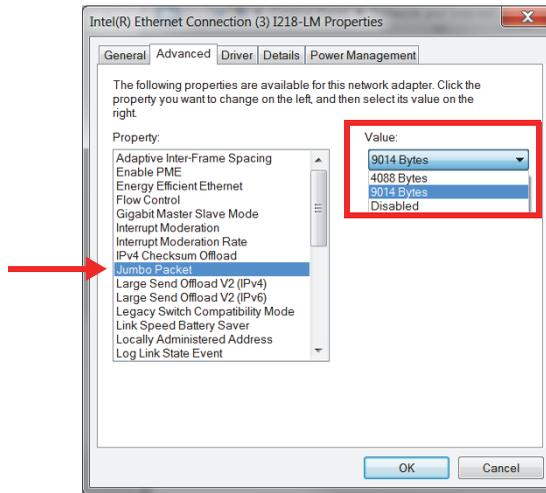

图 1-8 高级选项卡中的设置
4. 在**Advanced**（高级）选项卡的**Property**（属性）列表中，选择**Jumbo Packet**（巨型数据包）或**Jumbo Frame**（巨型帧）（参见第29页的图 1-8）。